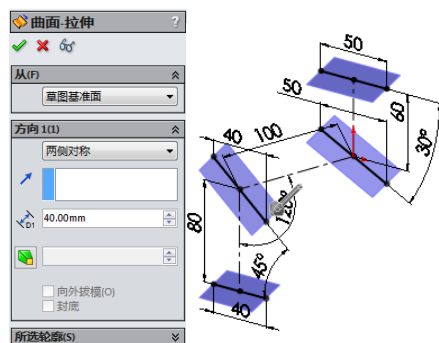

图 11-109 进行拉伸曲面操作
④生成“曲面-拉伸”特征。单击“曲面”工具栏中的“拉伸曲面”按钮, 或执行“插入”→“曲面”→“拉伸曲面”菜单命令, 然后鼠标单击选择草图, 弹出“曲面-拉伸”属性管理器, 在“终止条件”栏中选择“两侧对称”, 在“深度”输入栏中键入数值 40, 如图 11-109 所示。单击“确定”按钮, 生成拉伸曲面, 如图 11-110 所示。